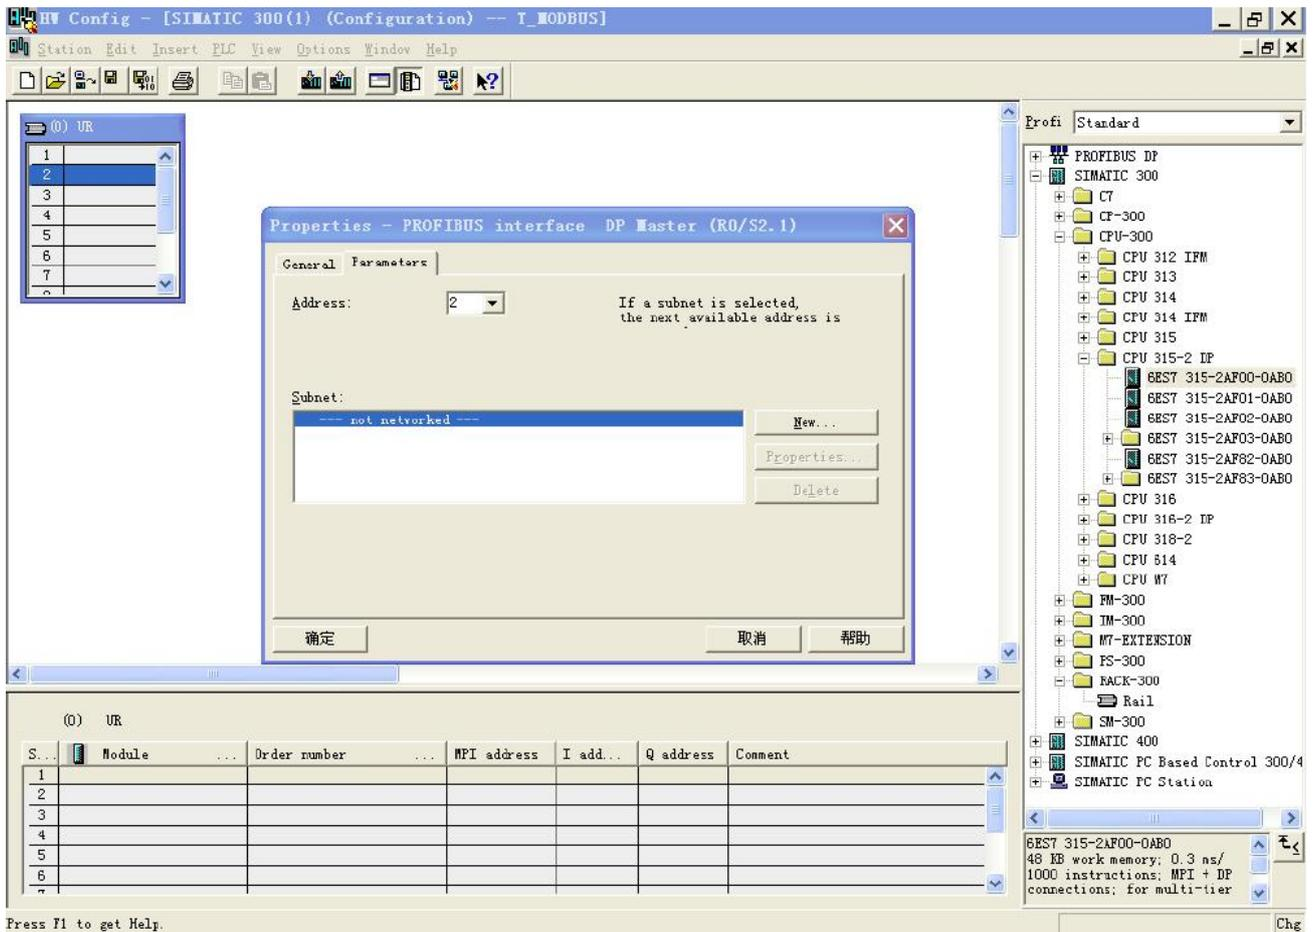

图 10
7. 设定 PLC rack, 双击“Hardware Catalog\SIMATIC 300\RACK-300\Rail”, 如图 10 所示